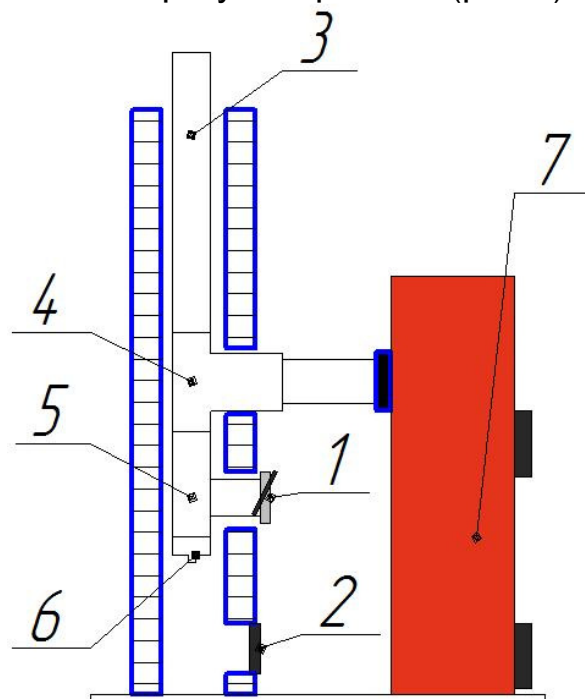

Рис.8
Для регулировки тяги и удаления вибрации (это явление наблюдается, когда сильная тяга через дымоход) используется автоматический регулятор тяги, который не входит в комплектацию котла. Если в кирпичный дымоход вставлен вкладыш из нерж. стали, тогда в вкладыш вставляется дополнительный тройник. В этот тройник (5) и вставляется регулятор тяги 1 (рис.8).